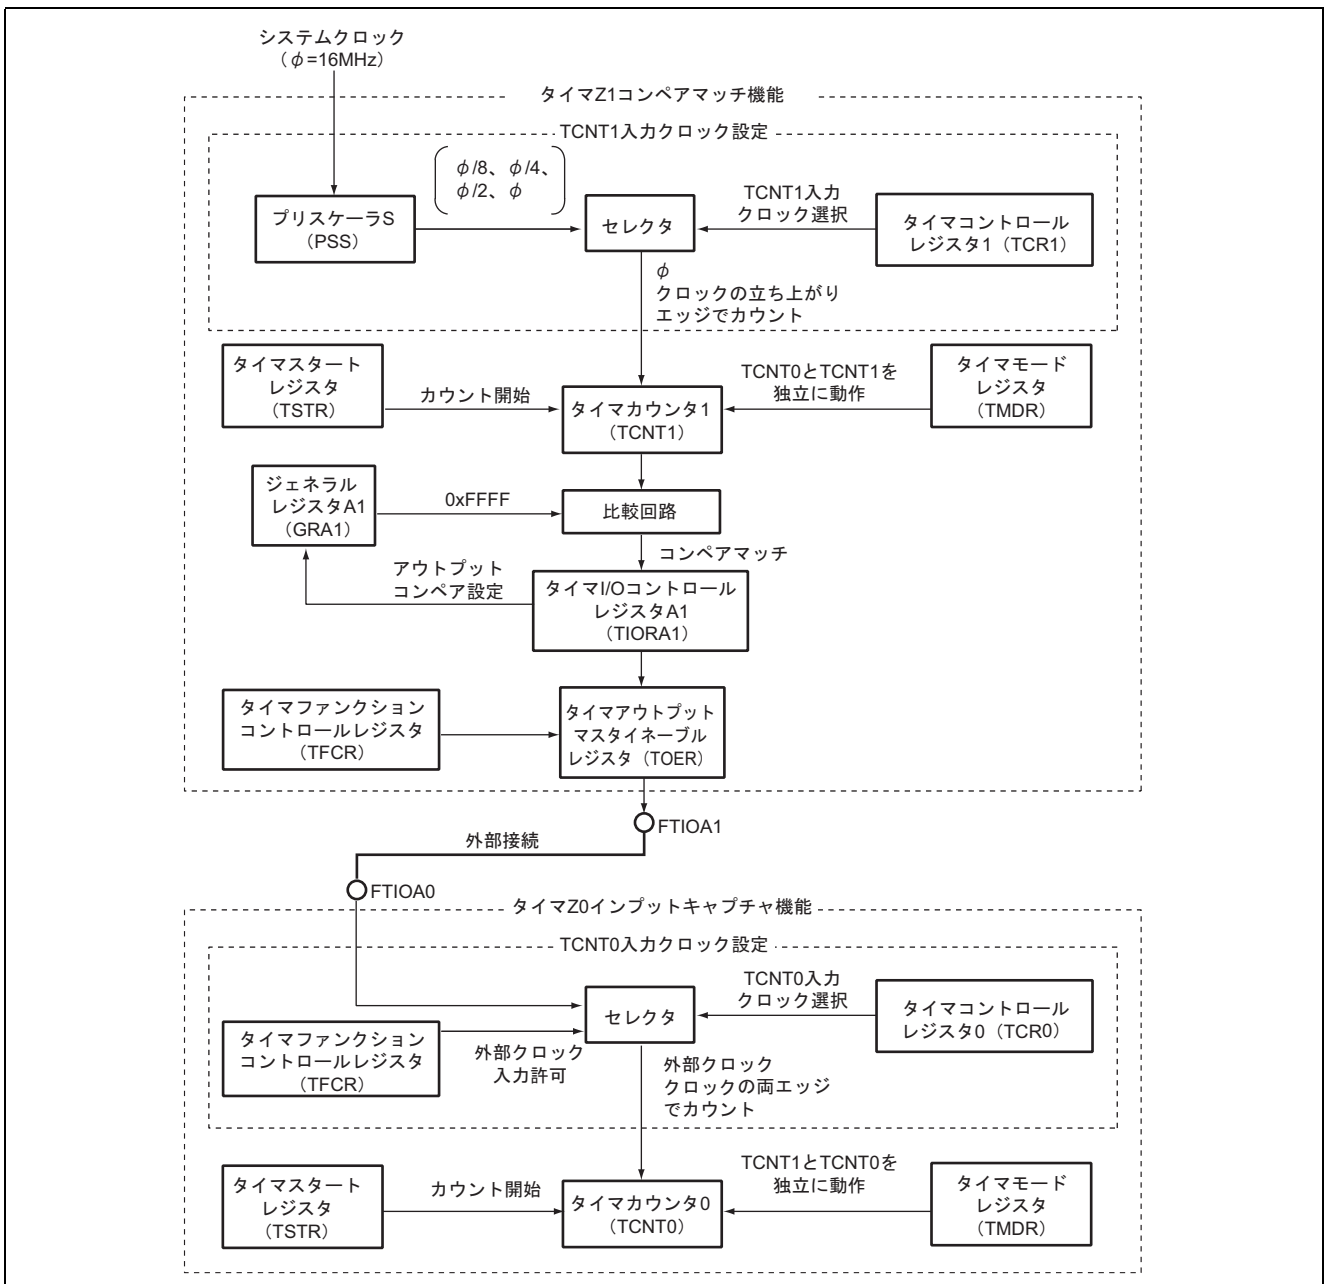

図 2.1 タイマ Z カスケード接続による 32 ビットカウンタのブロック図
1. 本タスク例では、タイマ Z のタイマカウンタ 0 (TCNT0) 、タイマカウンタ 1 (TCNT1) をカスケード接続し、32 ビットフリーランニングカウンタとして動作します。タイマ Z のブロック図を図 2.1 に示します。以下にタイマ Z のブロック図について説明します。